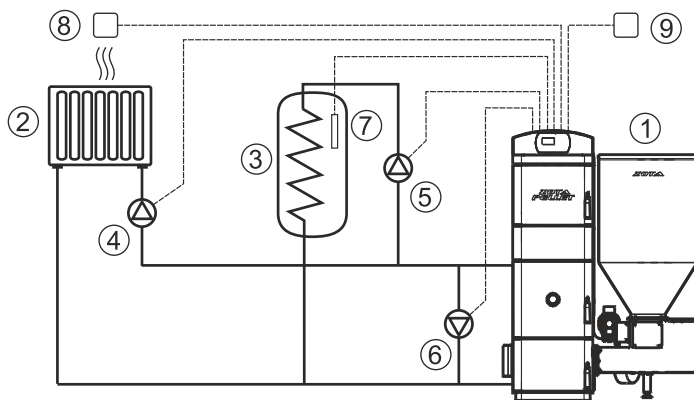

Рис.9 Упрощенная схема подключения котла с контуром ГВС
6.7. Монтаж котла производится в соответствии с принятым вариантом схемы отопления. Упрощенные примеры схем подключения котла приведены на рис.9;10.